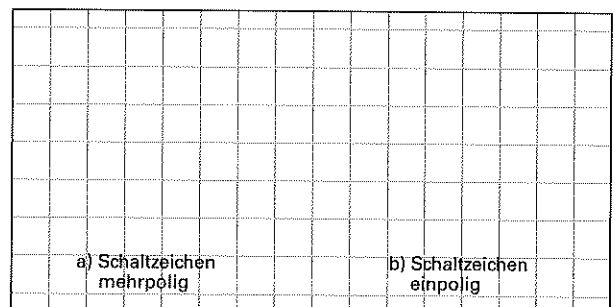

Bild 2: Schaltzeichen eines Motorschutzschalters
5. Tragen Sie in das nebenstehende **Bild 2**